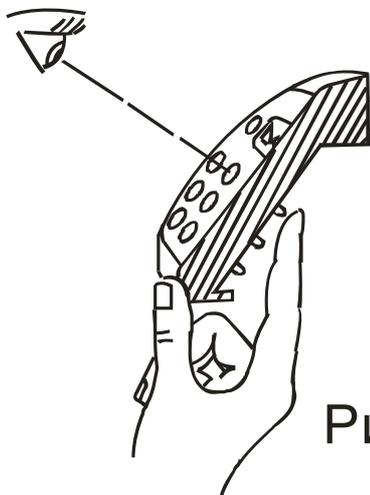

Рис. 2
- набирать и изменять код так, что даже рядом стоящий наблюдатель не увидит набираемый Вами код (рис. 2)
Поместить пальцы руки в полость входной ручки (рис. 2), нажимать кнопки в соответствии с надписями на внешней стороне - набрать мастер-код, или код пользователя.